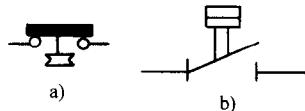
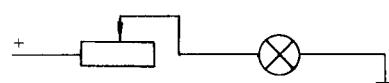

图1-10 压力开关电路符号
图1-11 滑线变阻调光原理
(2) 压力开关是由气压、液压控制的电路开关,如气压制动系统、空调系统及发动机润滑系统中都使用了压力开关。压力开关在电路图中可用一般开关符号加文字标注表示,也可用专用符号表示,如图1-10所示。
(3) 温控开关是由温度控制的电路开关,如散热器冷却风扇电动机所用的热敏开关,空调系统中反映环境温度的各类开关。常用字母θ标注的开关表示。
(4) 滑线变阻器常用于电动机的调速及灯光亮度的调节(见图1-11)。